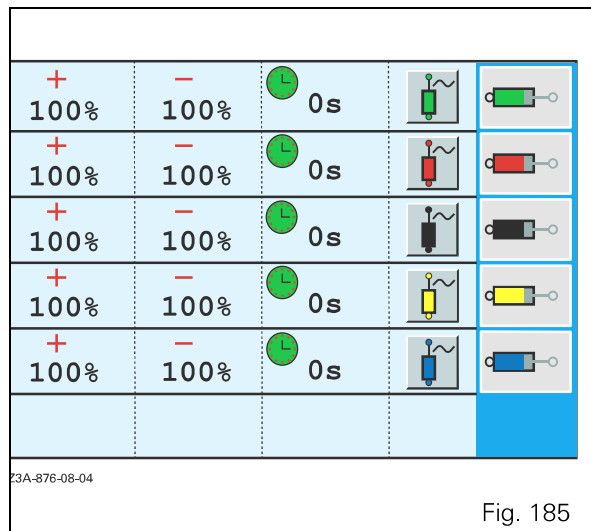

Fig. 185
7.6.1.3 - Resetting the parameters (Fig. 185)